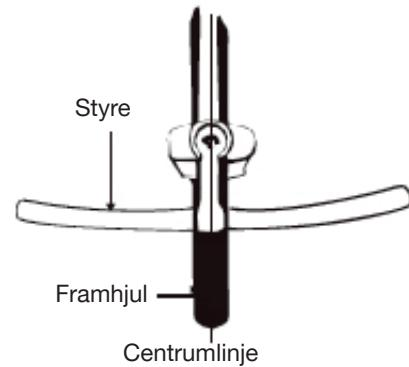

Fig. 10 Montering av styre och styrstag
- Juster styrekompontenten med forhjulet (se fig. 10). Stram ekspanderbolten skikkelig med en justerbar nøkkel. NB: Noen modeller krever en 6 mm unbrakonøkkel. (Moment: 18 Nm)
- Forsikre deg om at styret og styrekompontenten er skikkelig strammet før du sykler. Styret bør ikke rotere i styrekompontenten. Når du strekker deg over og holder fast forhjulet mellom knærne, bør ikke styret kunne vrис når du påfører horisontalt trykk. (Se fig. 10).